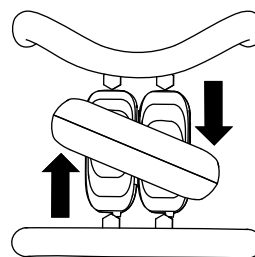

Figura 8
- Pentru a vira la dreapta, rotești maneta de traciune în sensul acelor de ceasornic (Figura 8).